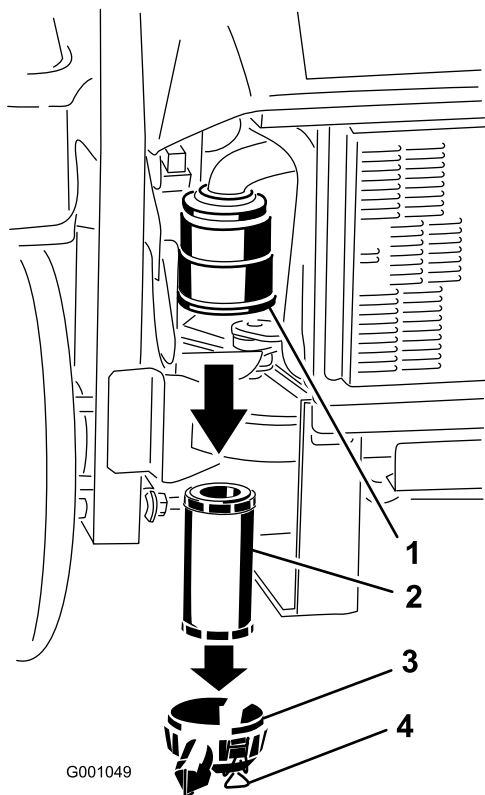

Bild 40
3. Lösen Sie die Riegel am Luftfilter und ziehen Sie die Abdeckung vom Gehäuse ab (Bild 40).
5. Schieben Sie den Filter vorsichtig aus dem Luftfiltergehäuse heraus (Bild 40). Vermeiden Sie ein Anstoßen des Filters an der Seite des Gehäuses.